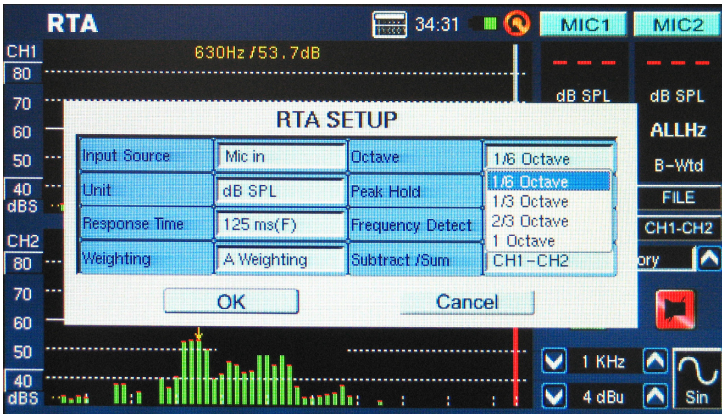

figura 19
2. Seleccione los ajustes de 'octava' que usted desea utilizar para sus cálculos (figura 19). Los usuarios pueden seleccionar de resolución 1 octava (para un total de 10 bandas en RTA), resolución 2/3 octava (para un total de 15 bandas), resolución 1/3 octava (para un total de 31 bandas), o resolución 1/6 octava (para un total de 61 bandas).